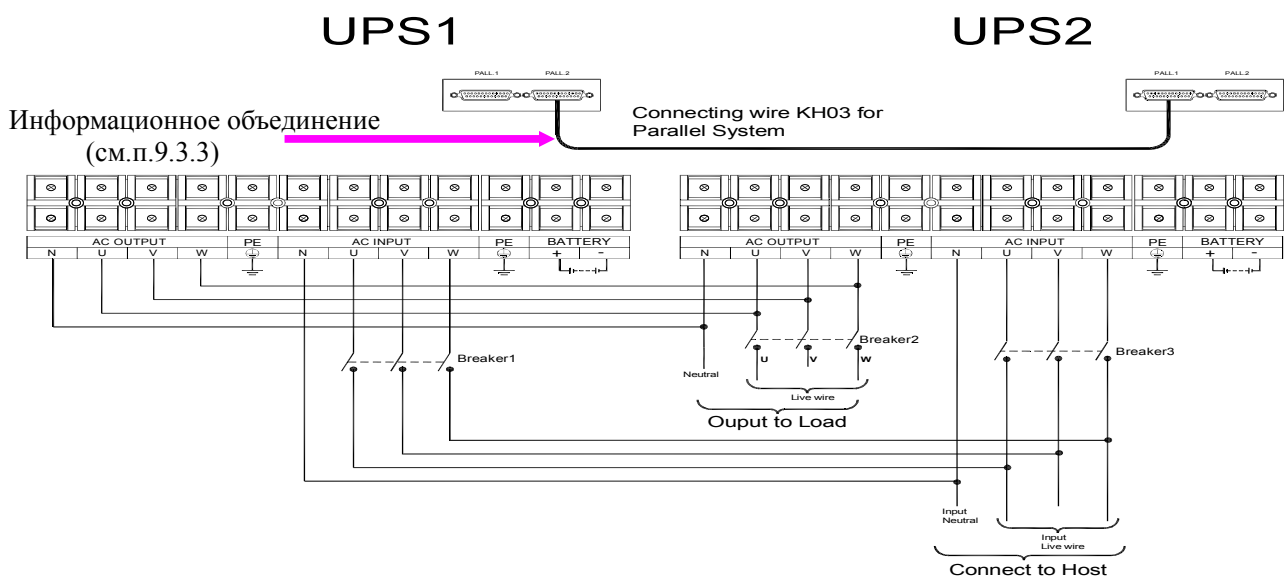

Рис.9.3 Подключение силовых проводов параллельной системы для ИБП Monolith XL 20P
- при объединении в параллельную систему двух ИБП возможно использование одного коммуникационного кабеля (см. рис.9.3 — 9.5).